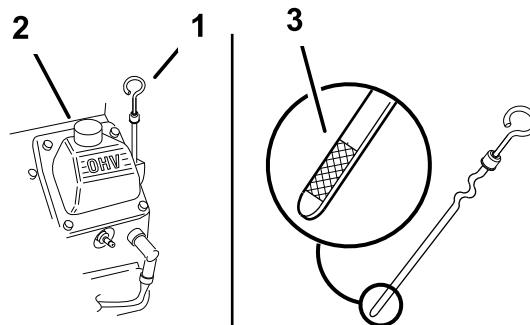

Figura 47
4. Limpie alrededor de la varilla de aceite (Figura 47) para impedir que caiga suciedad por el orificio de llenado y cause daños en el motor.
5. Retire la varilla de aceite y límpie el extremo (Figura 47).
6. Introduzca la varilla a fondo en el tubo de llenado (Figura 47).
7. Vierta lentamente un 80% aproximadamente de la cantidad especificada de aceite por el tubo de llenado (Figura 47).